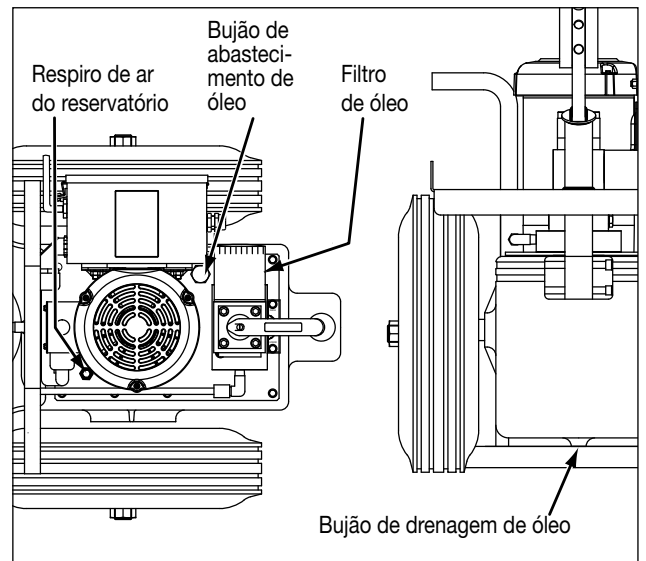

Figura 7, troca de óleo
6.2 Troca de Óleo (Veja a Figura 7)
4. Remova, limpe e reinstale o respiro de ar do reservatório. Ele é montado na chapa de cobertura do topo do reservatório. Veja o lugar indicado na figura 7.